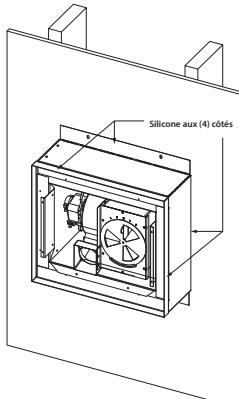

Figure 3.17, Calfeutrage au silicone résistant aux intempéries
7. Après avoir fixé le KPV au KPV-FEK, appliquez du silicone autour du bord externe du KPV-FEK, là où il touche l'extérieur du bâtiment. Du silicone doit aussi être appliqué aux points de jonction entre le KPV et le KPV-FEK, tel que montré à la Figure 3.17 (page suivante).